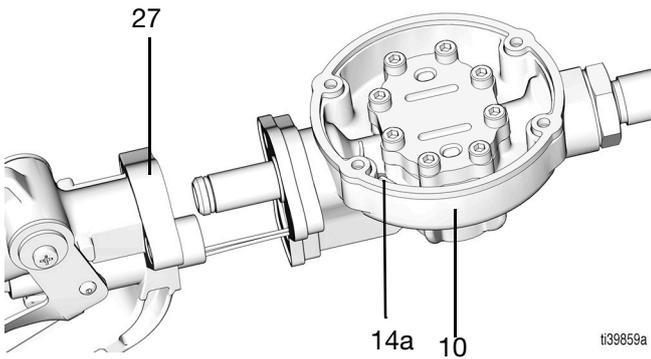

FIG. 14
3. Monte el alojamiento de la válvula (27) y el alojamiento del medidor (10) tirando suavemente de los cables de solenoide (14a) a través del orificio de acceso del alojamiento del medidor (10) (FIG. 14).